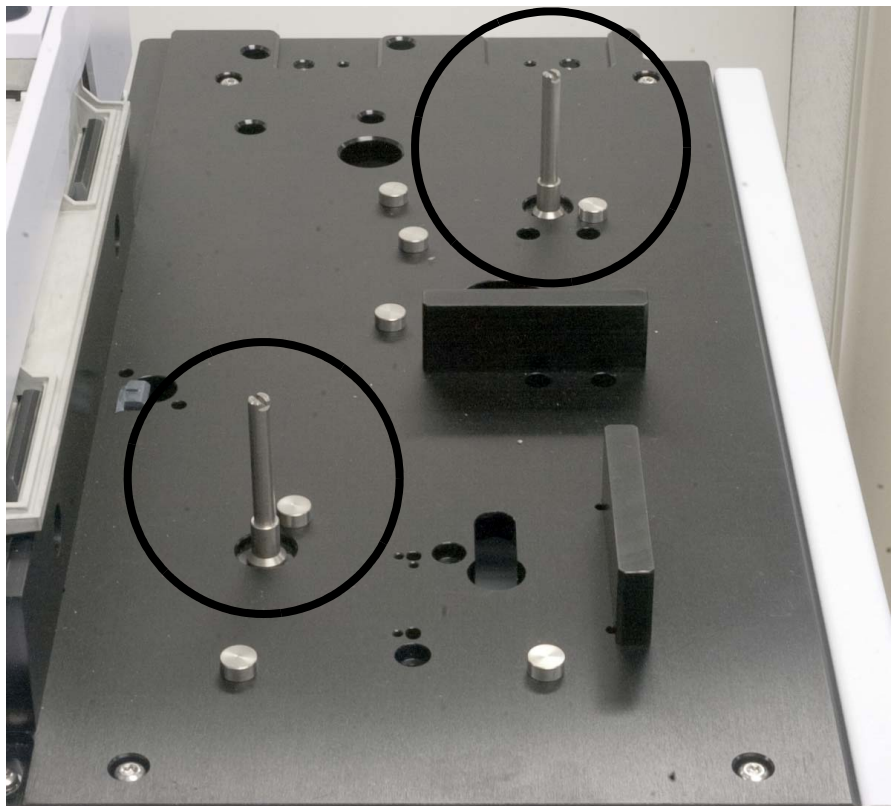

Figure 18 Installation des tiges de support.
- 1 Fixez les poteaux sur le châssis (Figure 18).